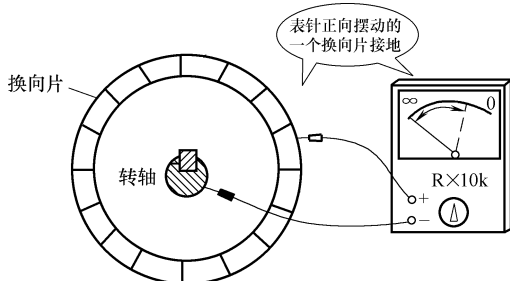

图 4-13 万用表检查电枢绕组或换向器接地
2) 万用表检查 如果没有绝缘电阻表, 可用万用表检查。如图 4-13 所示, 将万用表的量程开关置于  $R \times 10\text{k}$  档, 一只表笔接转轴, 另一只表笔触及各换向片。正常时万用表表针应指向“ $\infty$ ”, 如果测到某换向片时表针指示值在几十  $\text{k}\Omega$ , 说明该换向片有漏电故障; 如果测到某换向片时万用表的示值为零或几欧, 说明该换向片或绕组接地, 然后将该绕组接头从换向片上焊下, 分别检查, 确定接地故障是在该换向片还是在与它相连的绕组上。